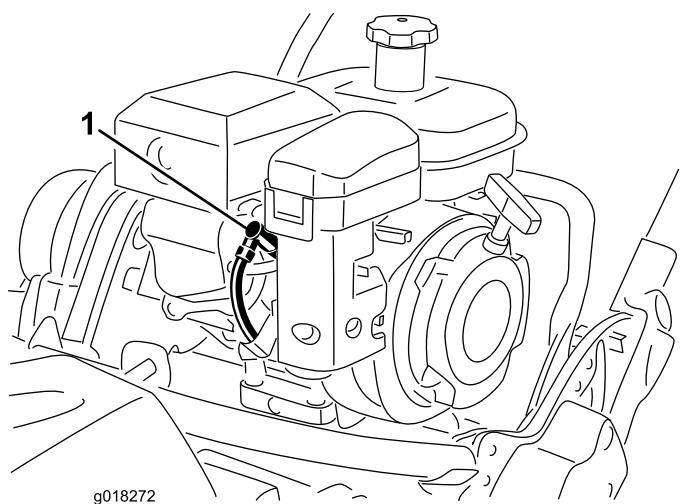

Figure 38
1. Débranchez le fil moulé de la bougie (Figure 38).